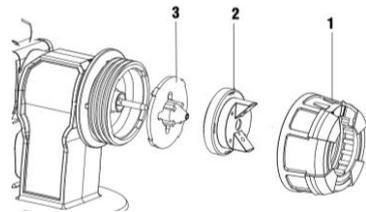

fig. 16
12. Dévissez l'écrou-raccord de l'accessoire de pulvérisation, puis retirez le chapeau d'air et la buse et nettoyez soigneusement toutes les pièces (fig. 16).